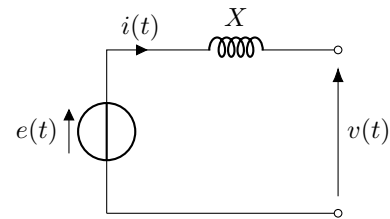

Figure 2
3. Le schéma équivalent d'une phase de la machine est donné en figure 2 (la résistance est négligée). Calculez la valeur X de la réactance synchrone d'une phase de l'alternateur.